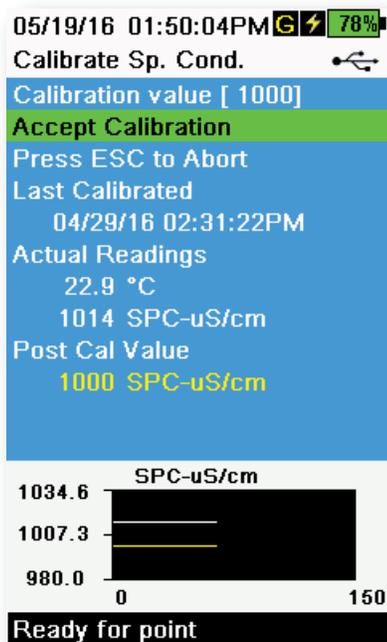

Figura 48 Calibración de la conductancia específica
7. Observe las lecturas reales de la estabilidad (la línea blanca en el gráfico no muestra ningún cambio significativo durante 40 segundos). Luego, seleccione **Accept Calibration** (Aceptar calibración) (Figura 48). En el área de mensajes aparecerá: "Calibration successful!" (¡Calibración con éxito!)